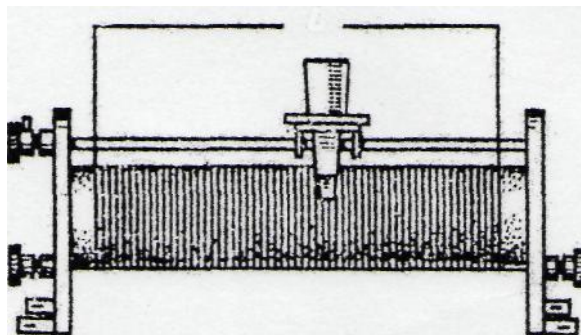

рис. 1
Коэффициент линейного расширения твердого тела можно определить опытным путем. Прибор, предназначенный для эксперимента (рис. 1), позволяет производить опыт с индикатором или микрометром.
В качестве исследуемого материала можно использовать обмотку реостата на 6 В (рис. 1).
2. Для определения площади поперечного сечения проволоки необходимо знать ее диаметр. Для этого следует измерить штангенциркулем длину обмотки реостата L (рис. 1); зная число витков n , определить диаметр проволоки d ($d=L/n$) и площадь поперечного сечения S ($S=\pi d^2/4$).